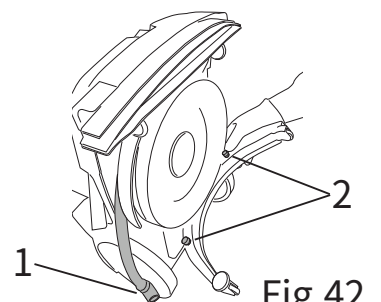

Fig.42
- スキーから吸引ホースを取り外します (図42、参照1)。
- ノブを緩めます (図42、参照2)。